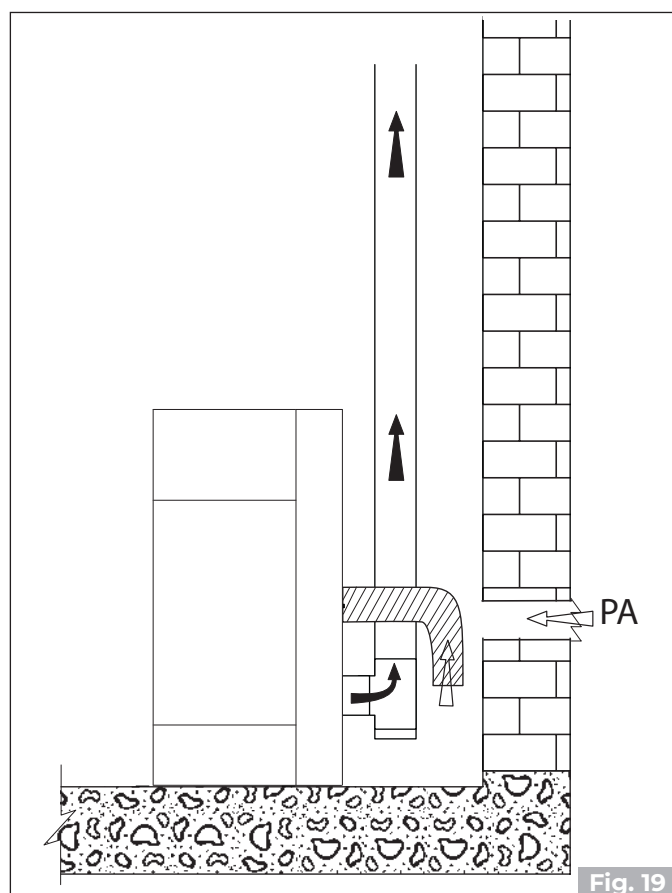

Fig. 19
- conectar la entrada de aire comburente del aparato a la toma de aire con un conducto adecuado (**Fig. 17 -Fig. 19**).